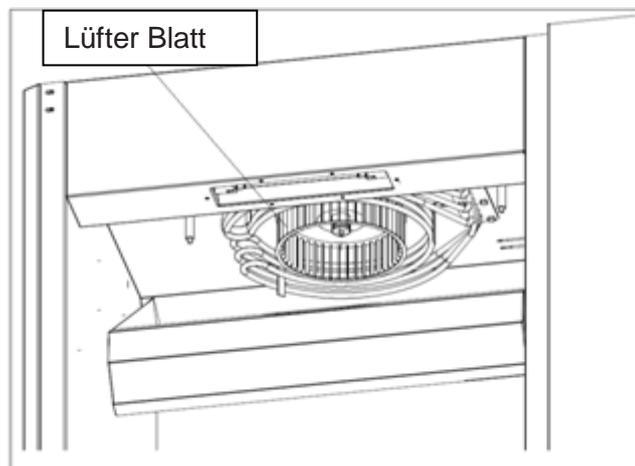

Abbildung 20
- Reinigen Sie das Lüfter Blatt mit einem Tuch und einem Grill-Reinigungsmittel (Abbildung 20).